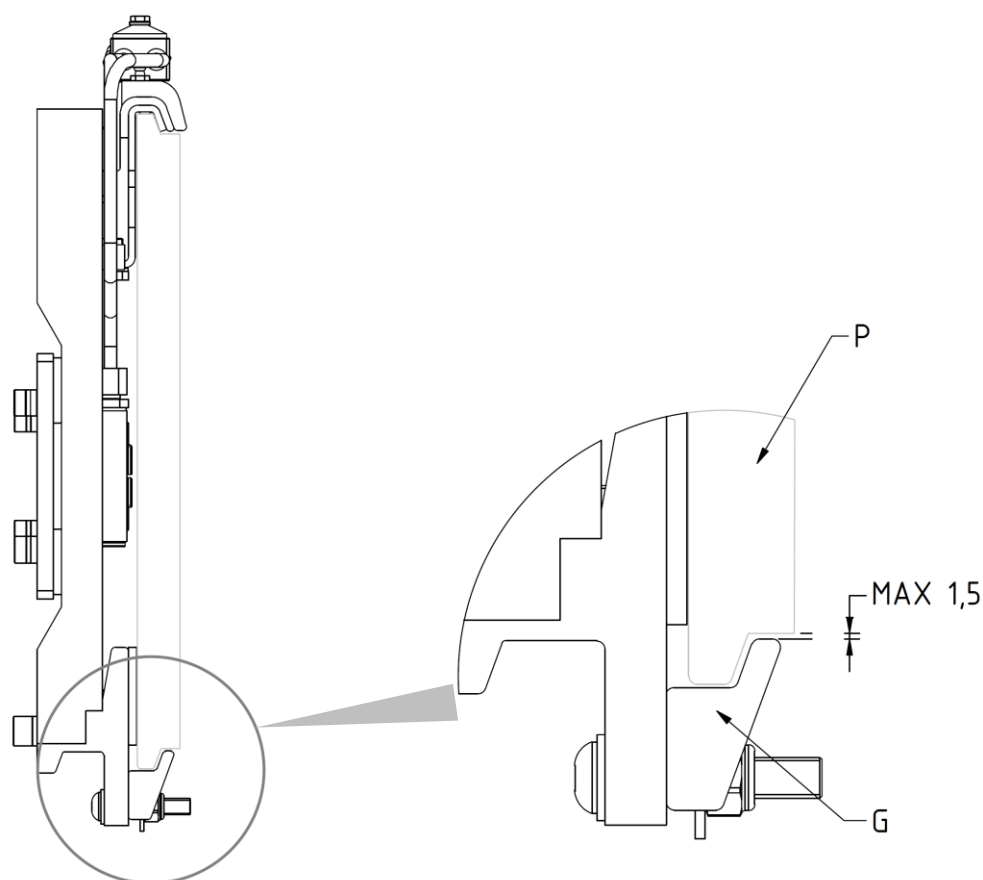
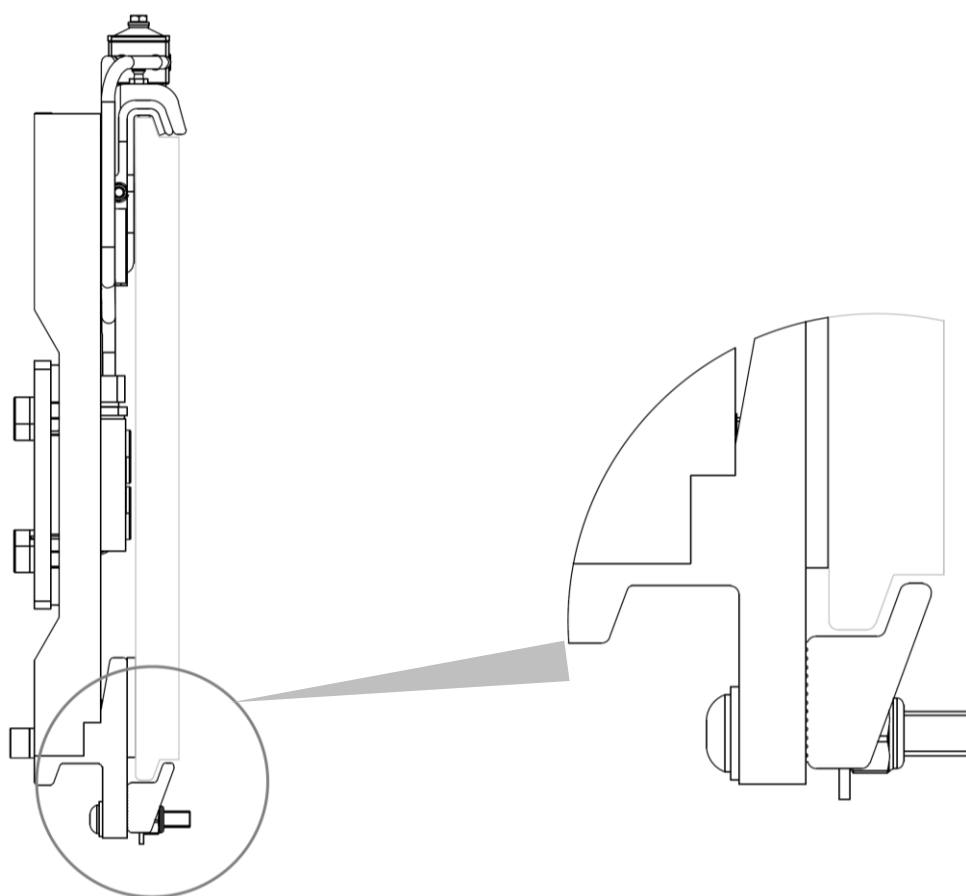

Figura 12
Figura 16
7. Atornillar los dos ganchos inferiores **G** para que su cuerpo quede enganchado debajo a la placa porta horquillas **P** (con un juego máximo de 1,5 mm, mira *Figura 12*) apretando con el par de apriete indicado en la *Tabla 5*.
8. Atornillar los dos ganchos inferiores **G** para que su cuerpo quede enganchado debajo a la placa porta horquillas **P** (con un juego máximo de 1,5 mm, mira *Figura 16*) apretando con el par de apriete indicado en la *Tabla 6*.
3. Verificar la holgura entre la parte inferior de la plancha porta horquillas y los ganchos inferiores del equipo, verificando que sea como se indica en *Figura 5/Figura 9/Figura 12 y Figura 16 respectivamente a pag. 11/14/17/20* y, si es necesario, intervenir en el apriete de los tornillos que los sostienen.